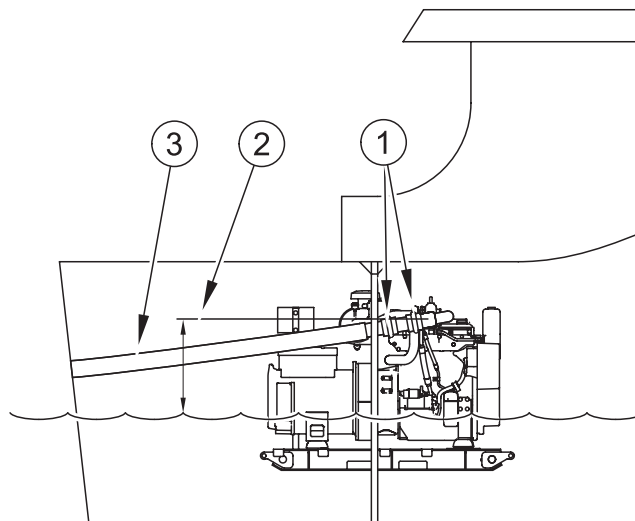

Figura 22
Sebe prestar la debida atención para aportar flexibilidad en el tubo de escape, sobre todo si el motor se monta de forma flexible. Cuando el tubo de escape deba pasar a través de un tabique inmediatamente detrás del motor, es preferible que se adopte la disposición mostrada en la figura 22 con fuelles de goma (1) para aportar flexibilidad.